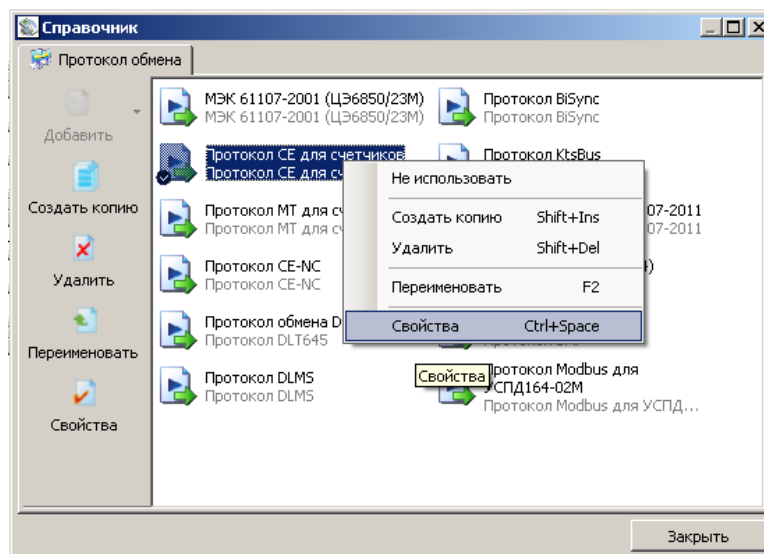

Рисунок 25 – Окно справочника протокола обмена
5.2.8 Выбрать профиль настроек протокола обмена «Протокол SE для счетчиков» и нажать кнопку «Свойства» на панели задач. В результате откроется окно редактирования настроек протокола обмена, см. Рисунок 25.